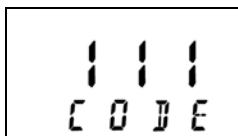

图 10
9.1 密码设定及修改: 主画面模式下进入 CODE 设置接口(如图 10)CODE 闪烁,轻按飞梭旋钮进入密码设定状态,转动飞梭旋钮输入当前密码(初始为“000”亦代表无密码状态),轻按飞梭旋钮输入新密码,轻按飞梭旋钮再次输入新密码,设置完成后轻按飞梭退出